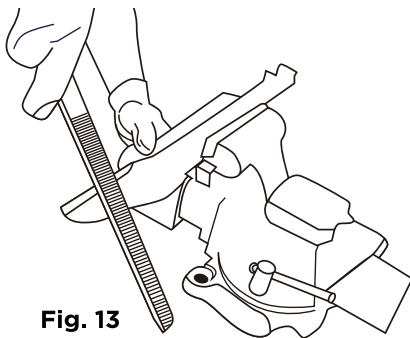

Fig. 13
- b. Fixez la lame dans un étau (Fig. 13).